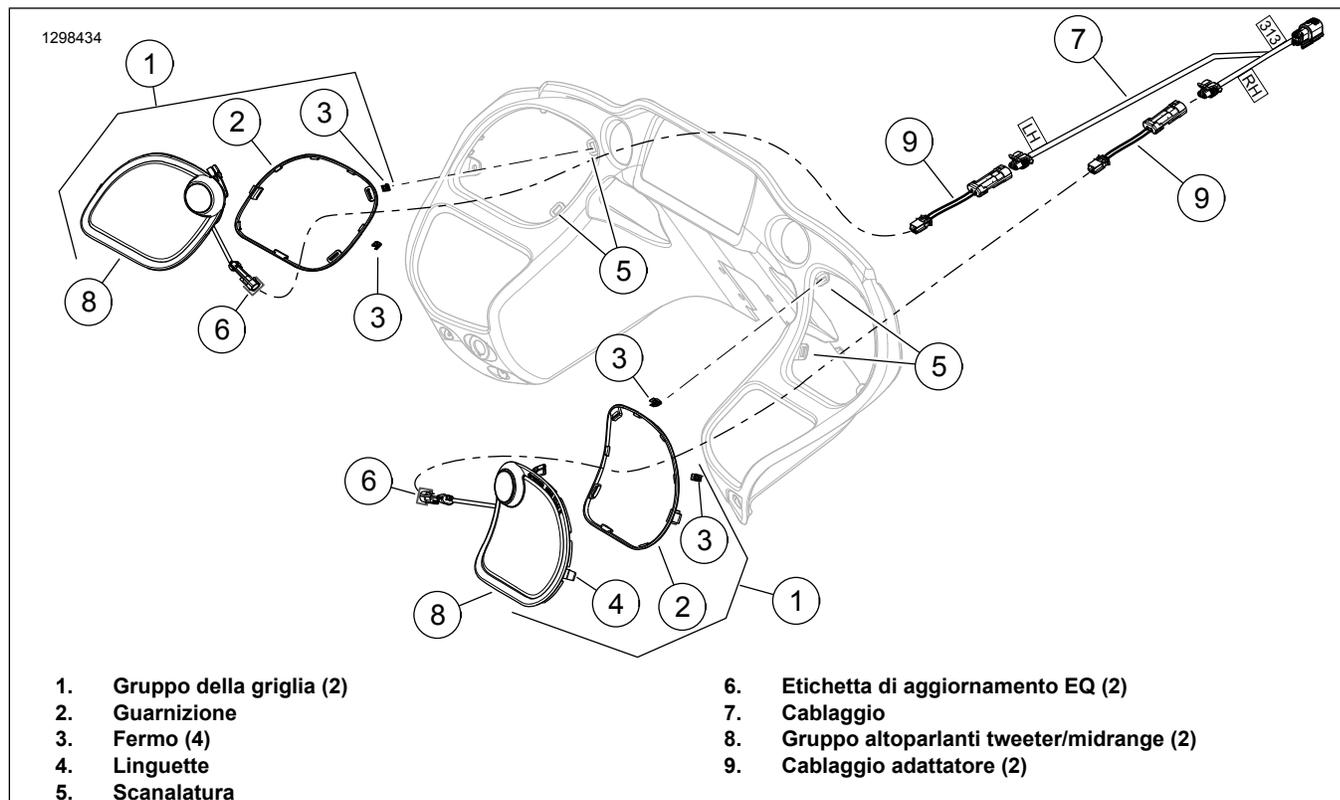
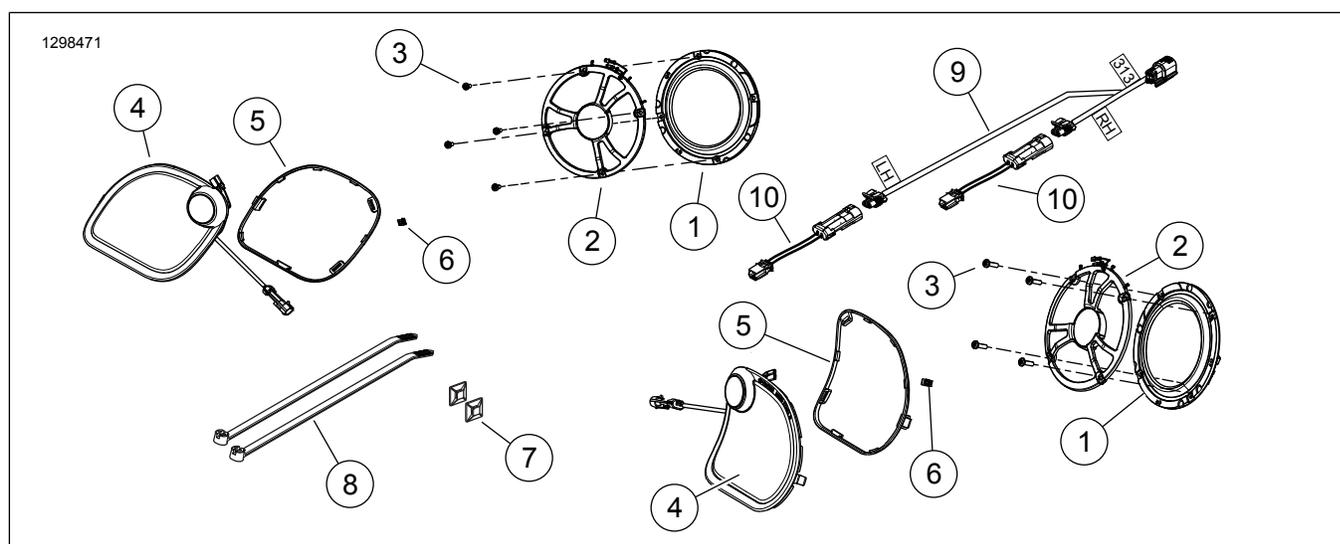

Figura 2. Griglia e tweeter/midrange altoparlante
Figura 4. Parti di ricambio, Kit altoparlanti carenatura BOOM! Audio Stage II (FLTR)
Vedere Figura 4 e Tabella 1 .
5. Vedere Figura 2 Installare il gruppo della griglia (1).
- b. Verificare che la guarnizione in gomma (2) sia insediata sul perimetro della griglia. Controllare che i due fermi (3) siano insediati sulle linguette della griglia (4). Sostituire i componenti danneggiati o mancanti.
- d. Inserire la linguetta (4) nel lato esterno dell'apertura dell'altoparlante.
- e. Inserire i fermi della griglia nelle fessure (5).
7. Vedere Figura 2 **TUTTI i modelli:** posizionare il cablaggio (7) all'interno della carenatura interna.
Il cablaggio adattatore (9) Figura 2 o (10) Figura 4 sono necessari per la generazione di altoparlanti identificata in questo kit, ma potrebbe non esserlo su tutti i modelli. Alcune combinazioni altoparlante/cablaggio possono disporre di connessioni differenti. Utilizzare l'adattatore (69200925) per risolvere il problema di compatibilità.
9. Vedere Figura 4 Aggiungere il cablaggio dell'adattatore (10) incluso nel kit.
10. Vedere Figura 2 Unire il cablaggio adattatore al cablaggio (7).